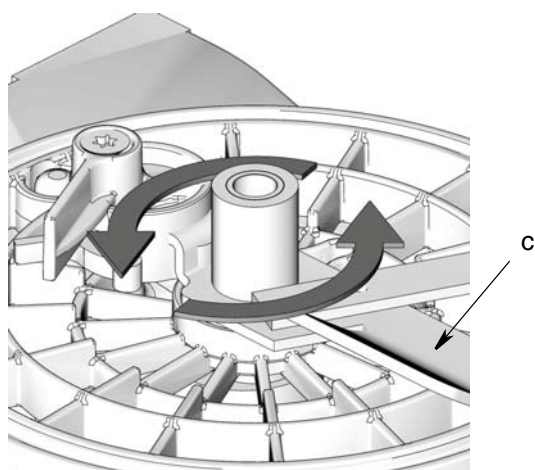

FIG. 8
3. Réinstaller la languette (c) en la tournant **dans le sens antihoraire** jusqu'à ce qu'elle soit serrée – serrer manuellement seulement (FIG. 8).